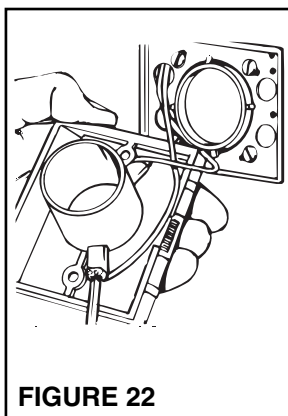

FIGURE 22
2. Voyez la figure 22. Connectez le câble de basse tension à deux âmes aux vis de borne à l'arrière de la prise murale.